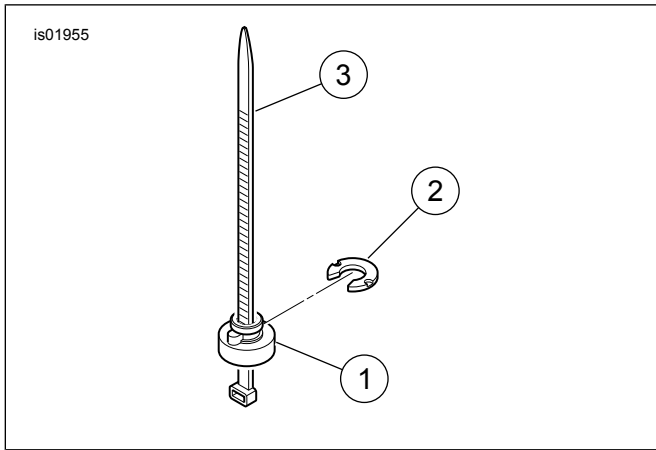

Figura 2. Herramienta de instalación
2. Vea Figura 2. Instale la tuerca de retención y la arandela del kit (como se muestra) en el agujero delantero del guardabarros. Usando la correa de cables como herramienta de instalación: